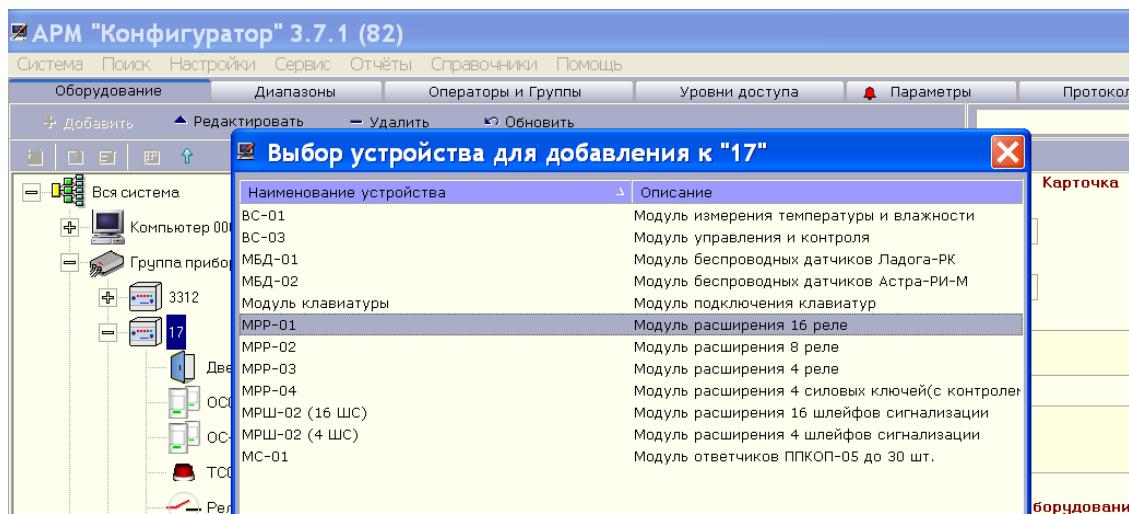

Рисунок 8
- в окне «Выбор устройства для добавления» выберите курсором МРР и нажмите «OK» (см. Рисунок 8);